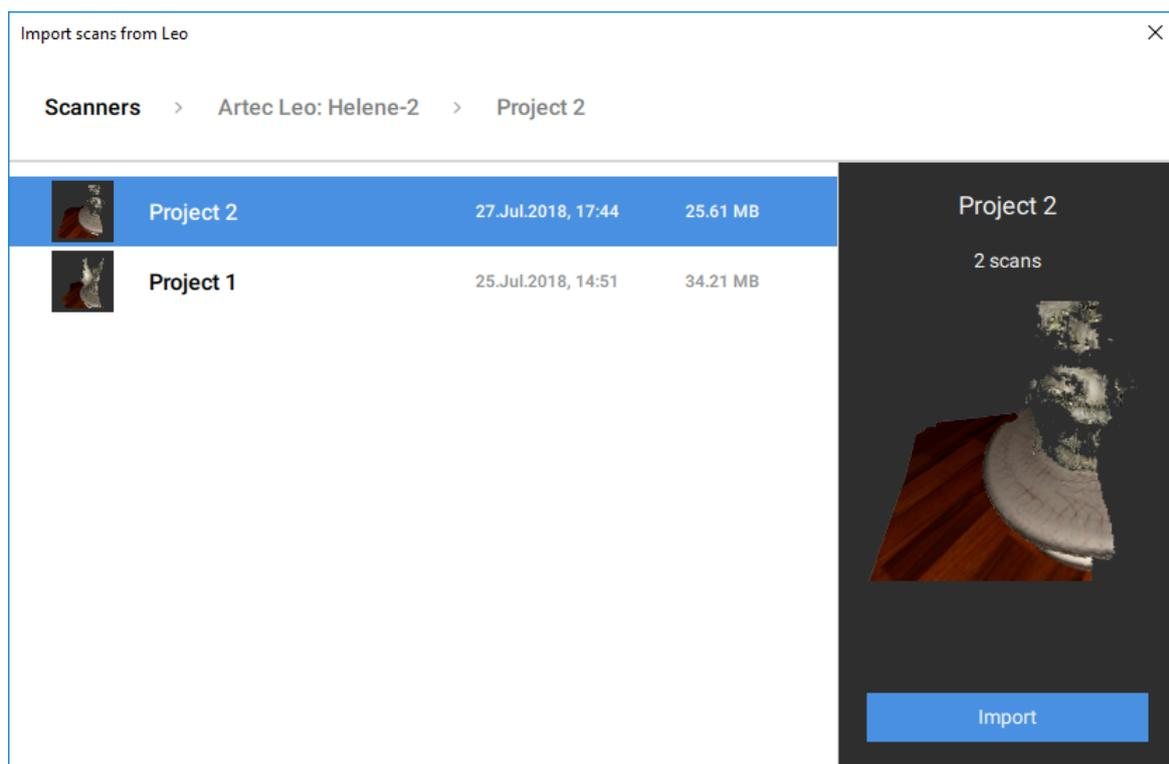

Abbildung 53: Dialog für die Selektion zu importierender Leo Projekte.
4. Dann mit **LKM** oder **↑** und **↓** das Projekt selektieren, das geladen werden soll (**Abb. 53**)